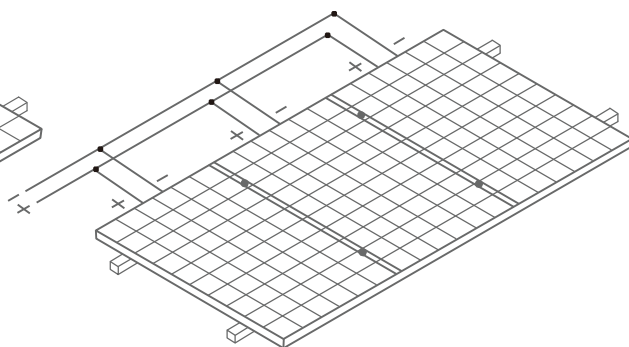

图 9 并联方式
- 并联时，整串组件的输出电流等于每个支路组件或组件串的电流和（并联方式如图 9 所示），每串组件都要安装保险丝，请参考该国家或地区的或当地的规范，组件最大并联数参考公式：最大保护电流/（1.3*短路电流）。